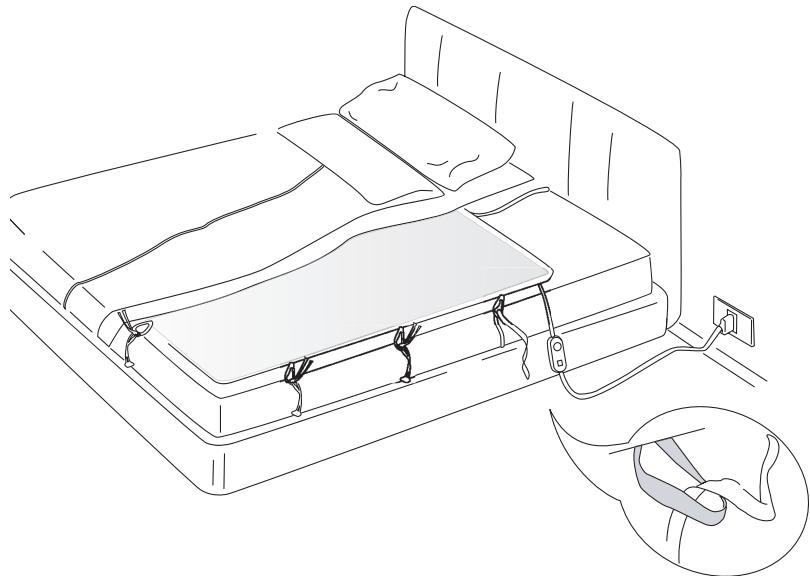

Fig. 2
- per scaldiletto COP410, COP710 sono presenti nastri da passare sotto al materasso e fissare sull'asola presente dall'altro lato dello scaldiletto (fig. 2).
7. Adagiare il lenzuolo sopra lo scaldiletto e preparare il letto come di consueto (fig. 2).
8. Durante l'uso non riporre il comando sotto al cuscino o sotto le coperte (fig. 2).